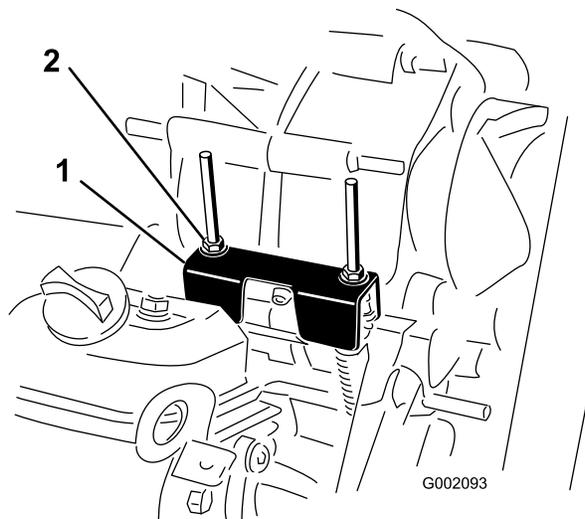

Figura 35
Sempre que for necessário efectuar operações de manutenção programada e/ou diagnósticos do motor, deverá colocar a alavanca de mudanças na posição de ponto morto (Figura 35). A alavanca de mudanças do veículo possui uma posição de ponto morto que controla a posição neutra do eixo transversal. Deverá executar as seguintes operações para se certificar de que a alavanca de mudanças controla a posição neutra do eixo transversal de forma correcta:
2. Certifique-se de que o suporte neutro está na posição neutra (nível do suporte do cabo ao capot situado por baixo do suporte das mudanças), rodando a embraiagem (Figura 35). O veículo não deve andar, nem para a frente, nem para trás. Se isso acontecer, coloque manualmente a embraiagem na posição neutra.
3. Aperte uma das porcas de bloqueio (Figura 35) para atingir uma folga de 0,76 - 1,5 mm.